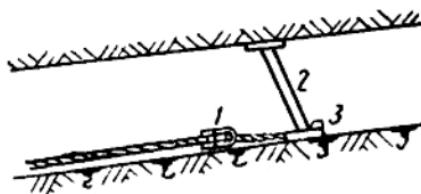

图 3 固定滑轮的第一种方法
1. 将滑轮拴在固定支柱上，固定支柱与底板成70度交角，支柱下面穿铁鞋，滑轮上的钢丝绳就拴在铁鞋上。如果顶板破碎，支柱顶上还应该戴帽，以防支柱穿进顶板，参看图3。